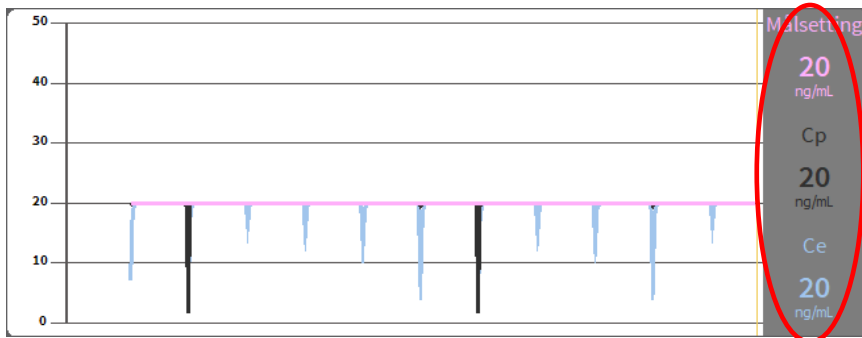

Fig. 117
- Hvis infusjonspumpen er satt til farmakokinetisk modus, vises tre linjer på diagrammet, som tilsvarer: 1) målverdi, 2) plasmakonsentrasjon, 3) konsentrasjonen på «virkestedet». Til høyre vises de tre tilsvarende verdiene (Fig. 117).